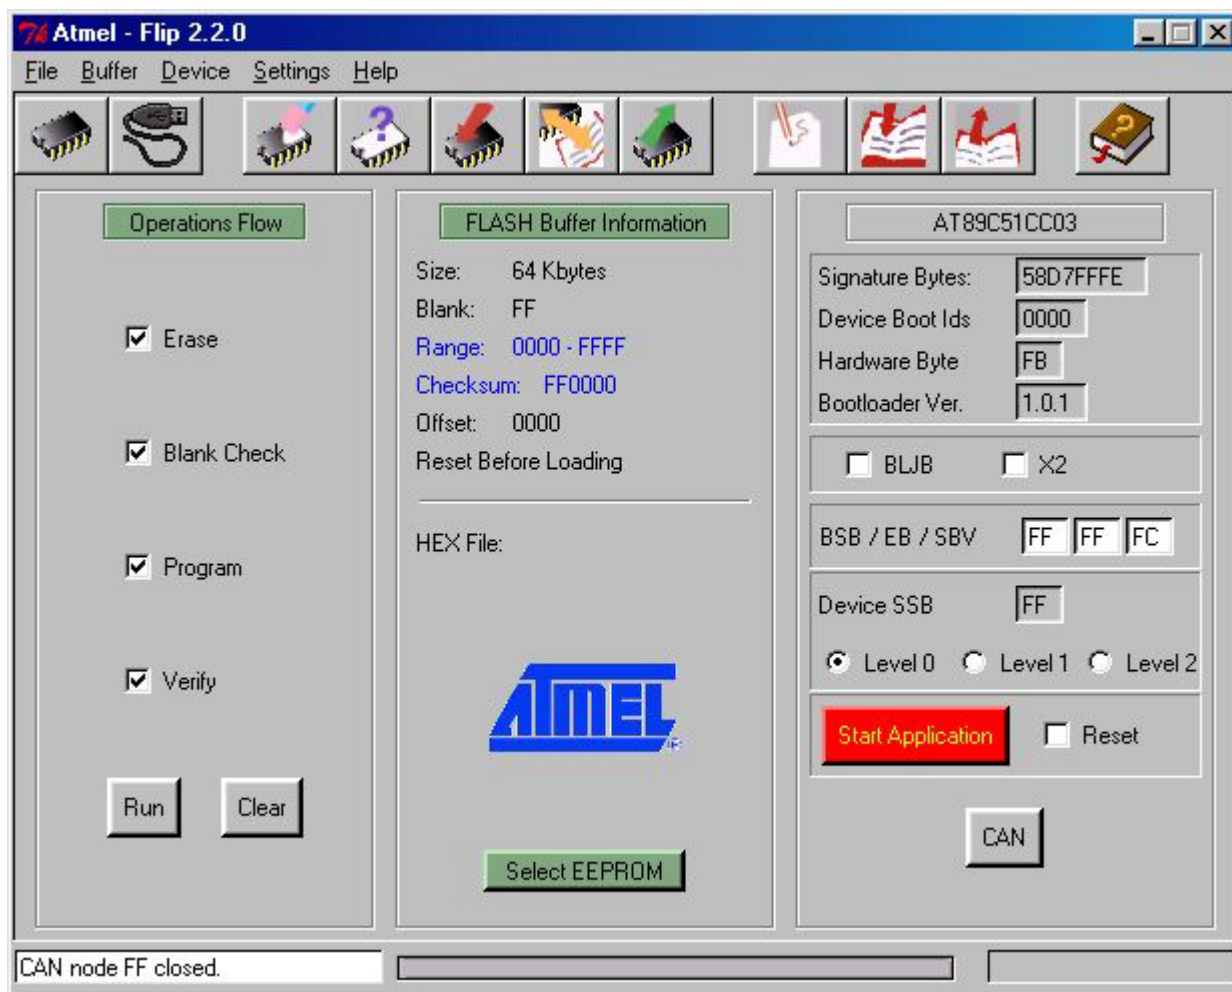

FIGURA 16: FINESTRA SETTAGGIO FLIP (3 DI 3)
- B9) Assicurarsi che nel riquadro AT89C51CC03 le caselle di testo si popolino analogamente a come si può vedere in figura 16.